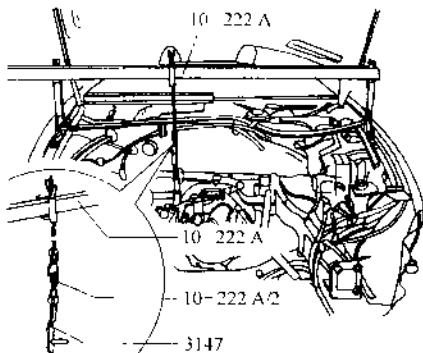

图 2-13 固定支撑工具
(30) 如图 2-13 所示，将支撑工具 10-222A 固定在车身两侧。将辅助吊钩 10-222A-2 安装在支撑工具上，把自动变速器吊钩 3147 吊在变速器壳体上的螺栓孔上，安装钩子，以保证发动机吊起时的平衡。